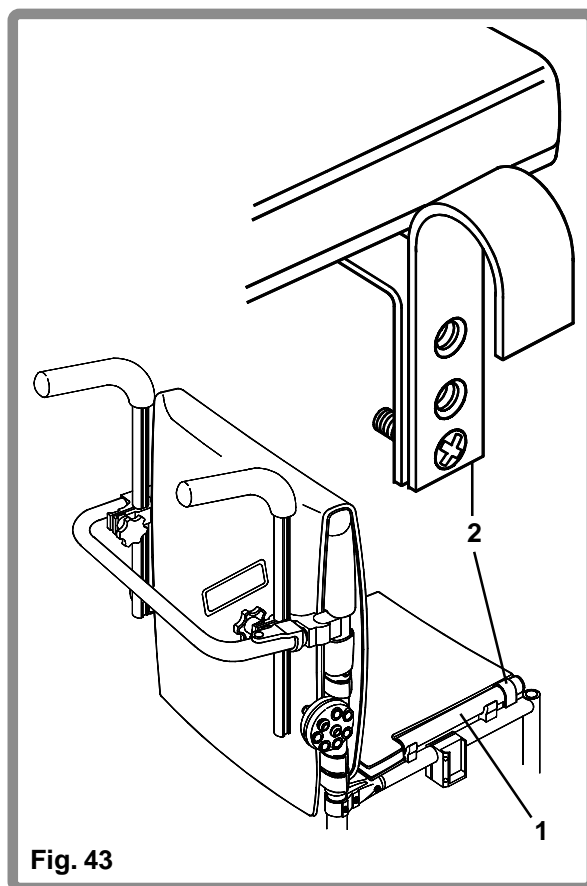

Fig. 43
Uw Quickie 2 Millennium kan worden geleverd met een zitting uit foam en een weefselbasis (Fig. 43). Deze zitting kan tussen de zitrails (1) worden gemonteerd, achteraan ondersteund door het stoelframe, en aan de voorzijde door twee haken (2). Deze twee haken zijn afstelbaar, waardoor de zithoogte voor over een bereik van 20mm afgesteld kan worden.